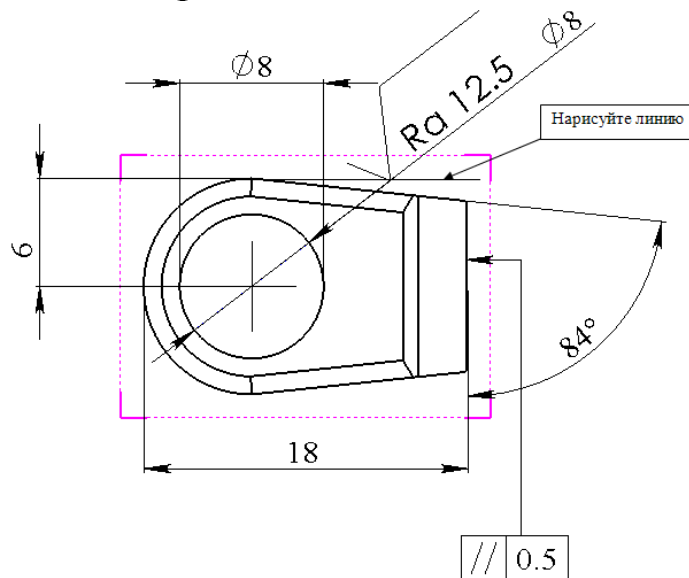

Рис. 22
2. Нарисуйте линию, как показано на рис. 22.